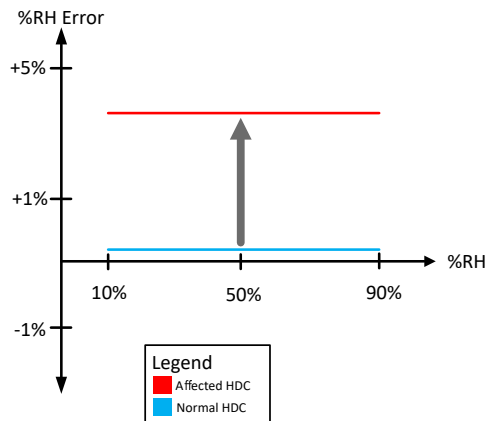

图 2-3. RH 偏移误差示例
- **RH 偏移**：指 RH 误差的正偏移或负偏移，在不同的环境 RH 水平和温度下保持恒定。图 2-3 演示了 %RH 误差如何在不同 RH 水平下平稳地升高。